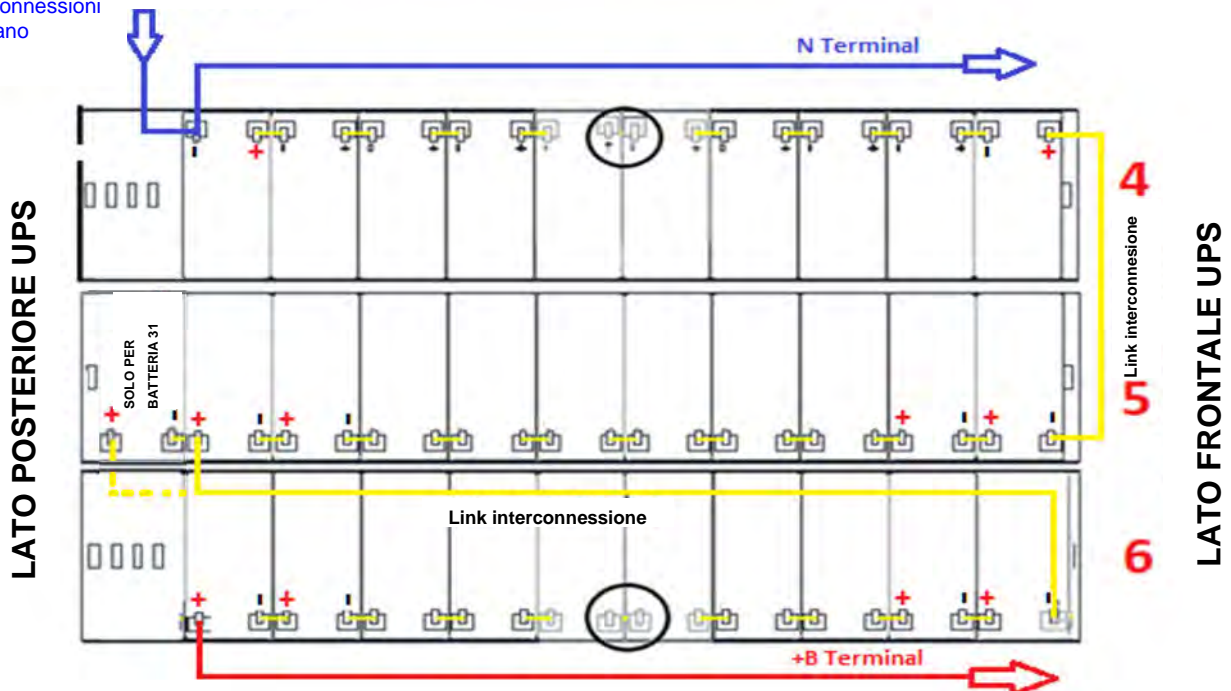

Figura 15 - Vista dall'alto Piano N°2 con connessioni batterie
8) Cablare il piano n°2 come indicato nella figura 15. **Lasciare scollegati i ponticelli cerchiati.**